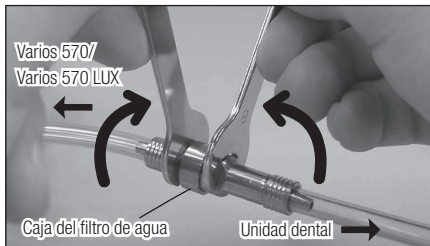

Fig.19
- 2) Monte las dos llaves cilíndricas (5x8) y gírelas tal y como se muestra en la Fig. 19.